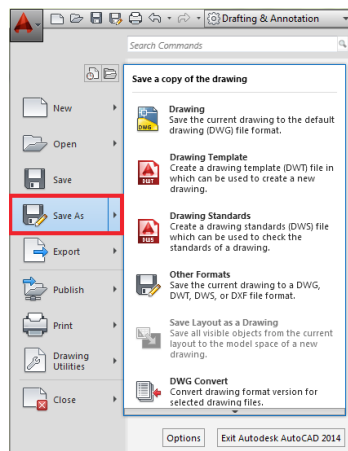

Рис. 8 Сохранение созданного чертежа под новым именем
- Пункт **Save As (Сохранить как)** позволяет сохранить отредактированный чертеж под новым именем или в новом месте (Рис. 8). Чертежи в AutoCAD преимущественно сохраняются в формате **.dwg**.